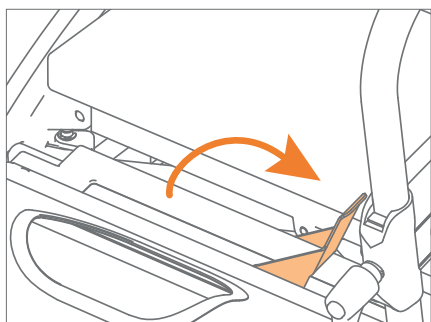

Figure 51: Déverrouillage du paquet de fauteuil roulant.
- Soulevez la poignée rouge sans forcer. Cela déverrouillera le paquet de fauteuil roulant et rétractera les boulons de verrouillage (**Figure 51**).